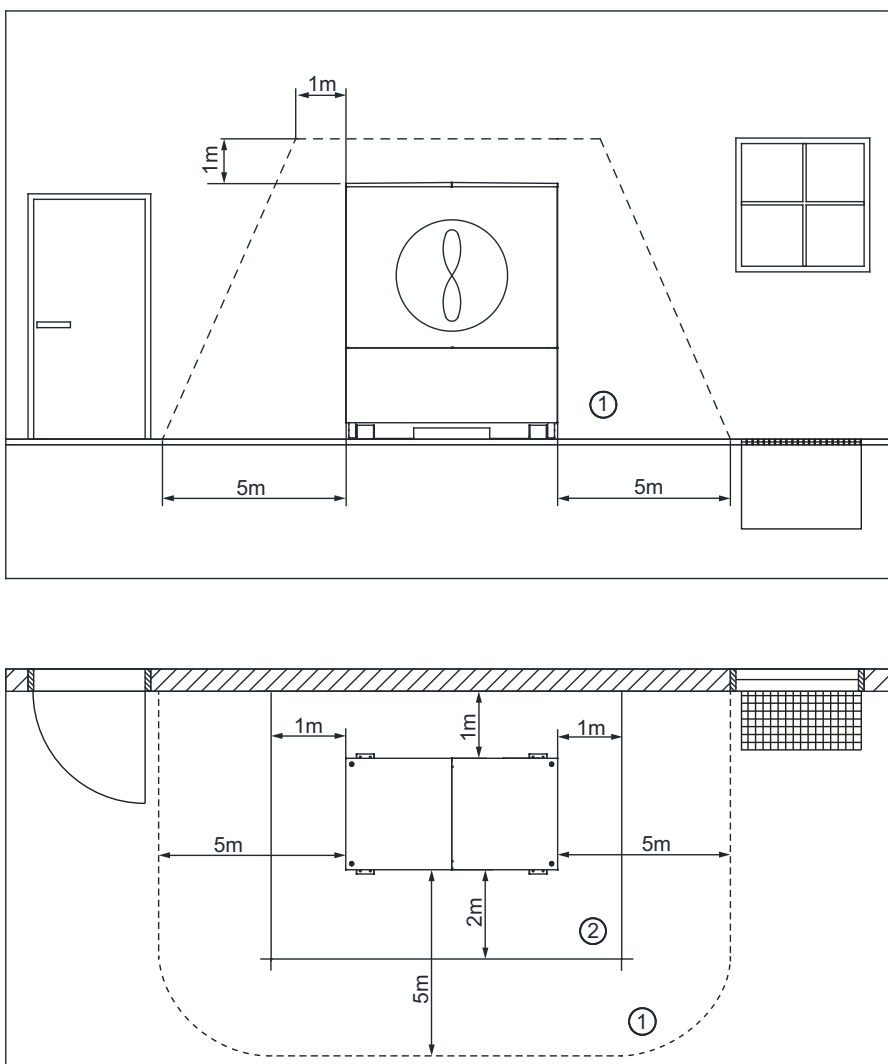

Abb. 6.1: Sicherheitsbereich und Wartungsbereich der Wärmepumpe
Es ist ein **Sicherheitsbereich ① von 5 Meter** umlaufend um das Gerät einzuhalten (Abb. 6.1 auf S. 8). In diesem Bereich dürfen sich keine Zündquellen, Fenster, Türen, Lüftungsöffnungen, Lichtschächte, Öffnungen zur Kanalisation und dergleichen befinden. Offene Abläufe (z.B. Dachrinne bei Dachmontage der Wärmepumpe) zu einer tieferen Fläche sind zulässig, wenn sich dort im Umkreis von 5 Metern keine Abläufe ins Kanalsystem befinden. Innerhalb des Sicherheitsbereiches sind Gebäudedurchbrüche luftdicht auszuführen. Der Sicherheitsbereich darf sich nicht auf Nachbargrundstücke oder öffentliche Verkehrsflächen erstrecken. Das Gerät ist so zu positionieren, dass im Falle einer Leckage kein Kältemittel in benachbarte Gebäude gelangt oder auf irgendeine andere Weise Personen gefährdet werden.